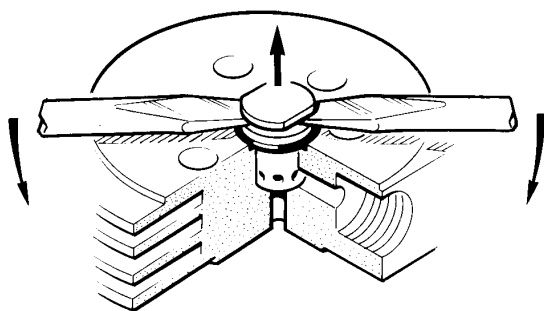

Fig. 31 Tryckventil steg 3, demontering
- Ta bort de båda låsmuttrarna (1) och fjäderbrickorna (2).
- Ta bort tryckplattan (3).
- Bänd ut ventilerna (4) och (7) med två skruvmejslar, se Fig. 31.
- Monteringen sker i omvänd ordningsföljd. Montera fjäderbrickorna med den välvda sidan uppåt. Dra åt muttrarna jämnt. Tryckplattan (3) ska vara parallell med cylinderlocket! Dra åt med 10 Nm.
- Lossa tryckskruvförbandet (1) med några varv.
- Skruva ut insexskruvarna (7) som ventiltallriken (5) är fäst med. Ta av ventiltallrikslocket (6).
- Stick in två skruvmejslar i spåret på tryckventilen (3) och bänd loss tryckventilen tillsammans med O-ringen (2) (Fig. 31). Vid behov kan ventilen vridas på nyckeltaget (13 mm) och på så sätt lossas.